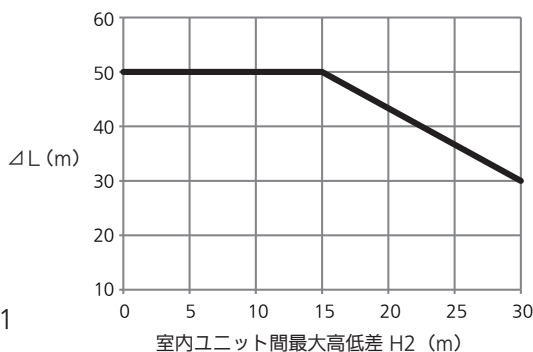

図 1
- ΔL の制限が変わります。下記の図 1 を参考にしてください。